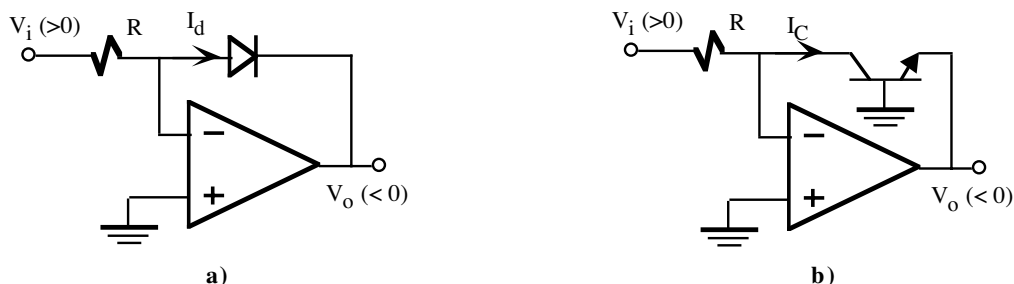

Figura 8.11. Amplificador logarítmico. **a)** basado en un diodo , **b)** basado en un transistor bipolar.
• **Logarítmico y antilogarítmico (exponencial).** Un amplificador inversor cuya resistencia de realimentación es sustituida por un diodo, tal como se muestra en la figura 8.11.a, se comporta como un circuito cuya salida es proporcional al logaritmo de la tensión de entrada. Esta relación se obtiene a partir de la característica tensión-corriente del diodo que aplicado a este circuito es
La figura 8.11.b describe la versión del amplificador logarítmico basado en un transistor bipolar NPN. La versión dual de estos circuitos se indican en las figuras 8.12.a y 8.12.b. Fácilmente se comprueba que la